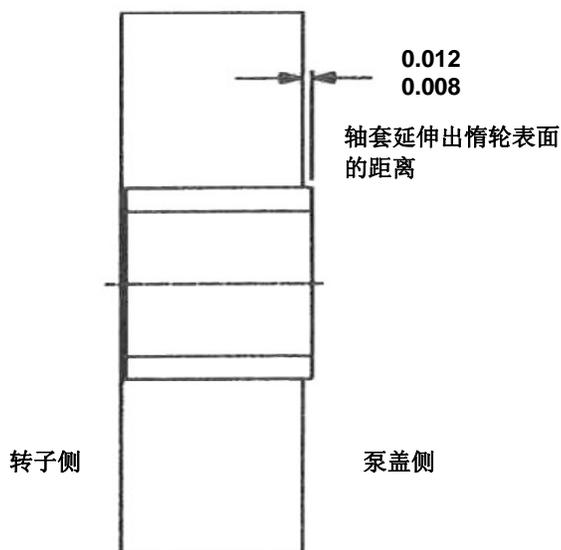
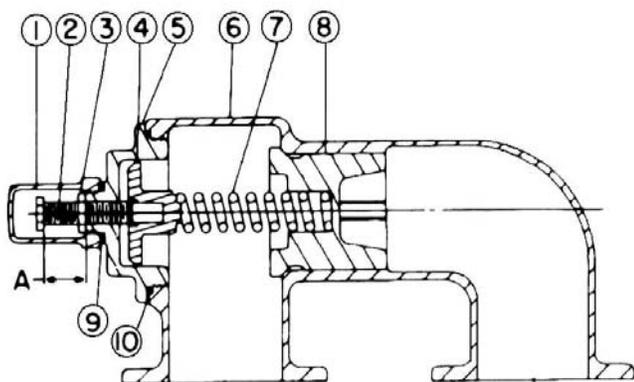

图 12 惰轮和轴套组件
图 13
R327A 和 R4327A (不锈钢) 泵配有特殊的惰轮排列。参见第 10 页的图 12。
石墨惰轮轴套伸出惰轮一侧的惰轮表面。该侧的惰轮面向泵盖，可使石墨轴套接触到泵盖，并在不锈钢惰轮面和泵盖之间留出间隙。石墨轴套的伸出长度为 0.008 – 0.012”。(见下图 12)
2. 测量并记录调节螺栓的延伸长度。参见图 12 和图 13 上的“A”。